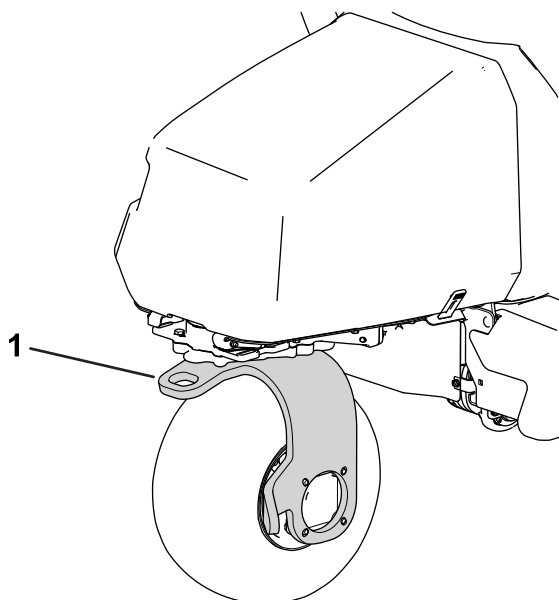

図 39
13. マシンの後キャストフォークに牽引ロープを取り付けて牽引する 図 39。